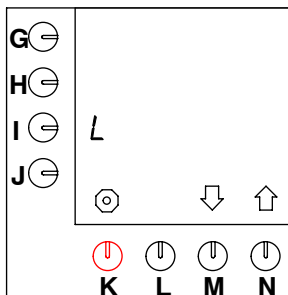

Fig. 22 La unidad ajustada por estandar = L (litros)
- Este es el valor por estandar, ver fig. 22 ).